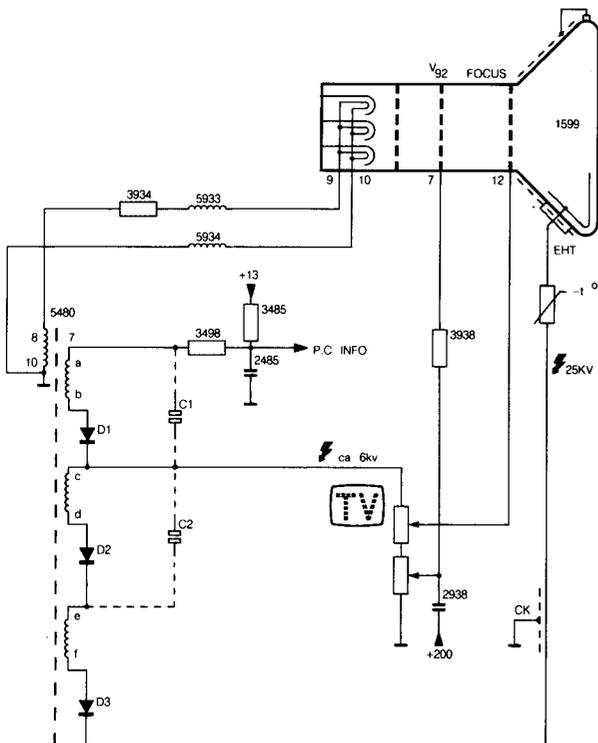

Fig. 10.11
10.4 Die Hochspannungsschaltung (siehe Abb. 10.11)